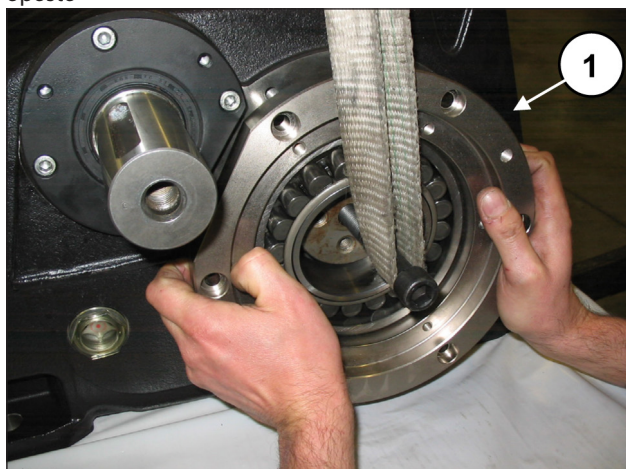
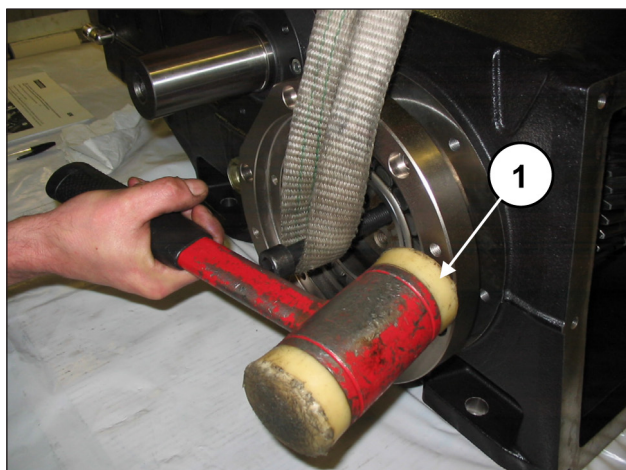

Fig. 73
Fig. 74
Aplique os dois pinos rosqueados M16 na extremidade do eixo de manivela e, mantendo-os elevados (pos. ①, Fig. 73), insira a cobertura do porta-rolamento composta pelo rolamento e pelo anel circular (pos. ①, Fig. 74) mediante o uso de um mecanismo de percussão. Repita a operação do lado oposto